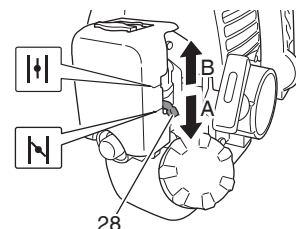

Fig. 17
- (3) Réglez le levier du starter (28) à la position de démarrage (fermé) (A). (Fig. 17)
- (5) Dès les premiers soubresauts du moteur, ramenez le starter en position ouverte (B). (Fig. 17)